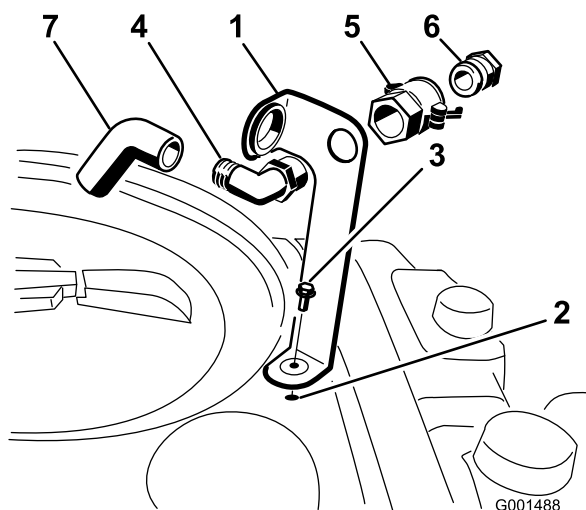

Figura 3
1. Coloque o suporte do reservatório de enchimento sobre o orifício roscado no depósito e fixe-o com um parafuso de cabeça flangeada (5/16 x 3/4 pol.) (Figura 3).
3. Instale o adaptador da tubagem no acoplador rápido (Figura 3).
4. Bloqueie o adaptador na posição correcta, girando as alavancas em direcção ao adaptador, e depois fixe-as com os pernos de gancho (Figura 3).
5. Coloque o tubo anti-sifão pela a abertura larga no suporte e pela extremidade dentada do encaixe em cotovelo de 90 graus (Figura 3).
2. Coloque a parte roscada do encaixe em cotovelo de 90 graus no suporte e aparafuse o acoplador rápido, fixando-o ao suporte (Figura 3).